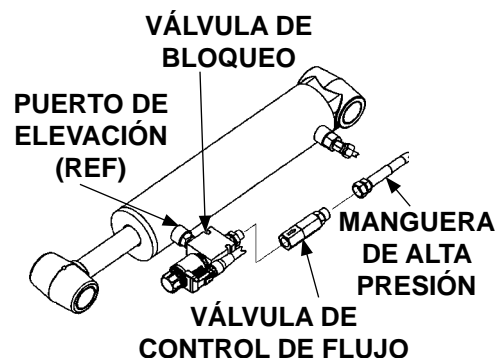

FIG. 38-3
6. Retire, inspeccione, limpie y reinstale la válvula de control de flujo en el cilindro entre la manguera de alta presión y la válvula de bloqueo (FIG. 38-3) Reemplace la válvula de control de flujo si es necesario (FIG. 38-3).